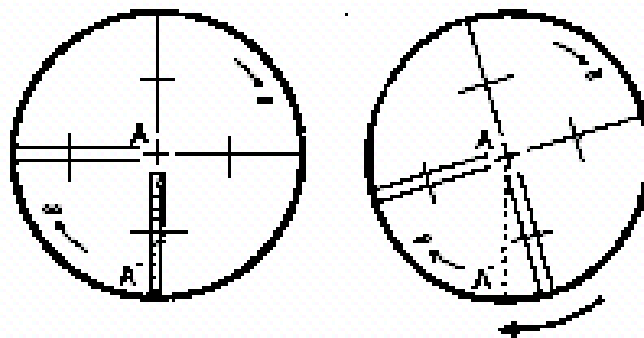

Рисунок 8.4 – Зміщення зображення точки А
– зображення точки А змістити на край поля зору гвинтом точного наведення за вертикаллю (рис. 8.4);